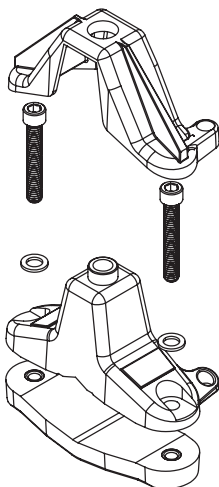

Figura 4
Para a montagem da **Seção do Cone Frontal**, posicione o conjunto de montagem sobre a barra transversal dianteira, certificando-se de que o compartimento do rolo esteja sobre a barra transversal traseira, com espaço suficiente para montagem no próximo passo. Quando a posição correta for alcançada, vire a unidade e aperte os parafusos king, fixando o **Conjunto de Montagem da Seção Frontal** no lugar. Vire a unidade novamente e coloque os **Pés do Grampo do Rack** sob a barra transversal dianteira e fixe-os com **Arruelas Pequenas e Parafusos 5,1 cm (2") para grampo do rack** (para o Thule Xsporter, use Parafusos King de 6,4 cm (2,5")), conforme mostrado na **Figura 4**
8. Para a montagem da **Seção do Cone Frontal**, posicione o **Conjunto de Montagem do Cone Frontal** sobre a barra transversal dianteira, certificando-se de que o **Conjunto de Montagem do Compartmento do Rolo** esteja posicionado sobre a barra transversal traseira. Quando a posição correta for alcançada, vire a unidade e aperte os **Parafusos King** usando uma **chave hexagonal de 6 mm (1/4")** para fixar os conjuntos de montagem da Seção Frontal e do Compartmento do Rolo no lugar. Vire a unidade novamente e coloque os **Pés do Grampo do Rack** sob as barras transversais dianteira e traseira, fixando-os com arruelas pequenas e **Parafusos de 2 pol. para grampo do rack**, conforme mostrado na **Figura 4** (para o Thule Xsporter, use Parafusos King de 6,4 cm (2,5"))
no próximo passo. Quando a posição correta for alcançada, vire a unidade e aperte os parafusos king, fixando o **Suportes do compartmento do rolo** no lugar. Vire a unidade novamente e coloque os **Pés do Grampo do Rack** sob a barra transversal dianteira e fixe-os com **Arruelas Pequenas** e **Parafusos 2 pol. para grampo do rack**, conforme mostrado na **Figura 4** (para o Thule Xsporter, use **Parafusos King de 6,4 cm (2,5")**)